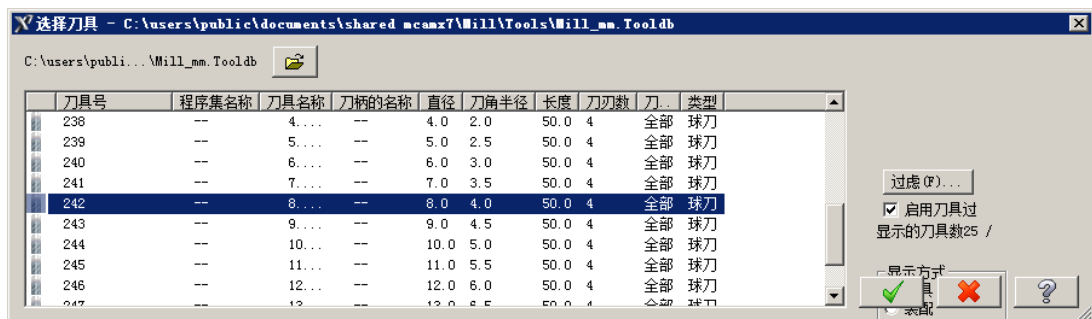

图 1.23 “选择刀具”对话框
Step4. 选择刀具。在“曲面精加工等高外形”对话框中单击 **选择刀库** 按钮，系统弹出“选择刀具”对话框，在该对话框的列表框中选择图 1.23 所示的刀具。单击 按钮，关闭“选择刀具”对话框，系统返回至“曲面精加工等高外形”对话框。
(1) 完成上步操作后，在“曲面精加工等高外形”对话框的 **刀具路径参数** 选项卡的列表框中显示出 Step4 选择的刀具，双击该刀具，系统弹出“定义刀具-机床群组-1”对话框。
(2) 设置刀具号码。在“定义刀具-机床群组-1”对话框的 **刀具号码** 文本框中，将原有的数值改为 3。
(3) 设置刀具的加工参数。单击“定义刀具-机床群组-1”对话框中的 **参数** 选项卡，在 **进给率** 文本框中输入值 300.0，在 **下刀速率** 文本框中输入值 150.0，在 **提刀速率** 文本框